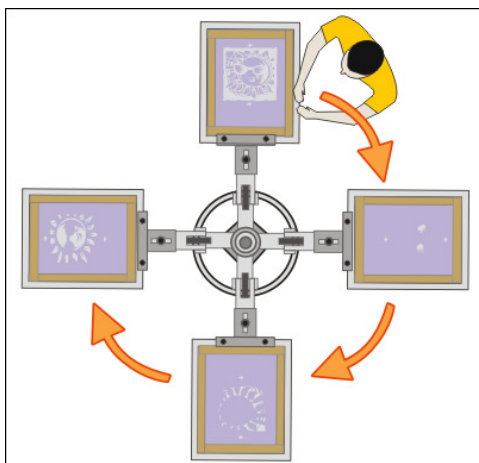

Imagen 352\_09
**10-** Girar los brazos nuevamente y calzar la 4ª matriz con la imagen de la 1ª paleta (Imagen 352\_09)